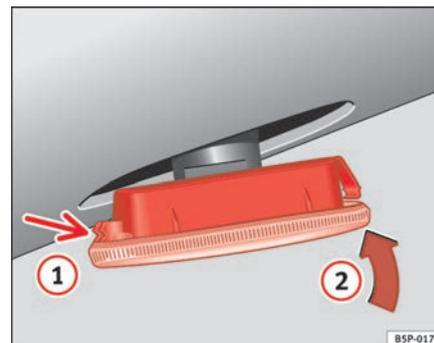

Fig. 230 Clignotant latéral
- Posez d'abord le clignotant dans le trou de la carrosserie, en emboîtant les languettes ⇒ fig. 230, flèche ①.
- Emboîtez la lampe comme indiqué sur la flèche ② ⇒ fig. 230. ■